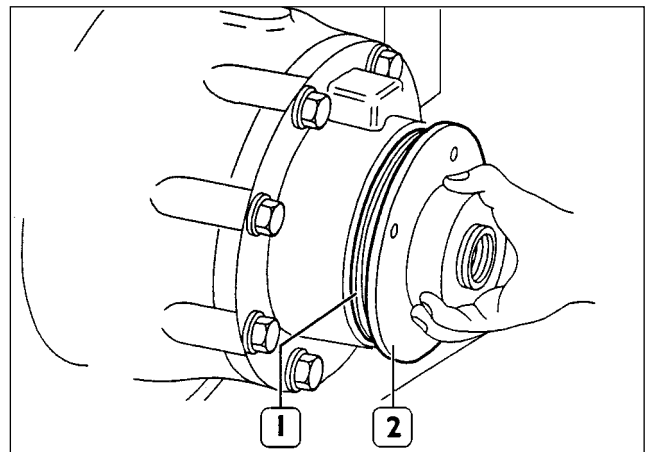

Fig. 67
2. Colocar el anillo estanco (1) nuevo. Aplicar el ensamblador **Herramienta CT01** * (2), enroscar un tornillo de maniobra obtenido eliminando el cuello frenante de la vieja tuerca del piñón y ensamblar hasta el tope el anillo estanco. (Fig. 67)
3. Desenroscar el tornillo de maniobra, quitar el ensamblador (2), volver a montar la brida y atornillar una tuerca nueva bloqueándolo mediante una llave dinamométrica y multiplicador al par prescrito. Volver a colocar al árbol de transmisión y cerrar las tuercas de fijación al par prescrito.